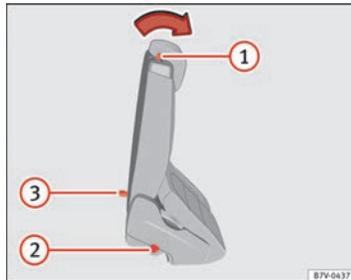

Fig. 81 Segunda fila de asientos: mandos de la ayuda de acceso.
- Si los hubiera, retire los objetos situados en la zona reposapiés de la segunda fila de asientos ⇒ ④.
- Empuje la palanca ⇒ fig. 81 ① hacia delante y abata el respaldo del asiento trasero. El asiento trasero se abate por completo hacia delante ⇒ ⚠ y todavía se puede desplazar más longitudinalmente hacia delante.